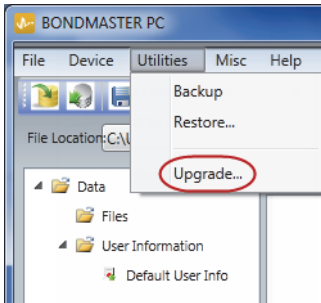

図 7-7 ユーティリティメニュー
5. BondMaster PC の Utilities (ユーティリティ) メニューで、Upgrade (更新) を選択します (190 ページの図 7-7 参照)。